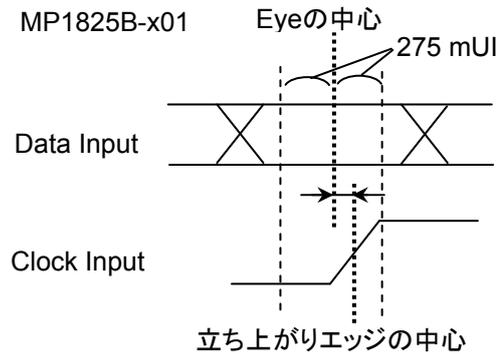

図3.3-1 Data Input と Clock Input の位相差 (MP1825B-x01)
- Data Input と Clock Input へ入力するデータとクロックの位相差を, 図 3.3-1 のとおりに調整してください。
- Data Input と Clock Input へ入力するデータとクロックの位相差を, 図 3.3-1 のとおり調整してください。MP1825B-x03 の場合は, Data/Clock Adjustment 機能を使用して位相差を自動調整できます。
- Data Input と Clock Input へ入力するデータとクロックの位相差を、図 3.3-1 のとおり調整してください。MP1825B-x03 の場合は、Data/Clock Adjustment 機能を使用して位相差を自動調整できます。